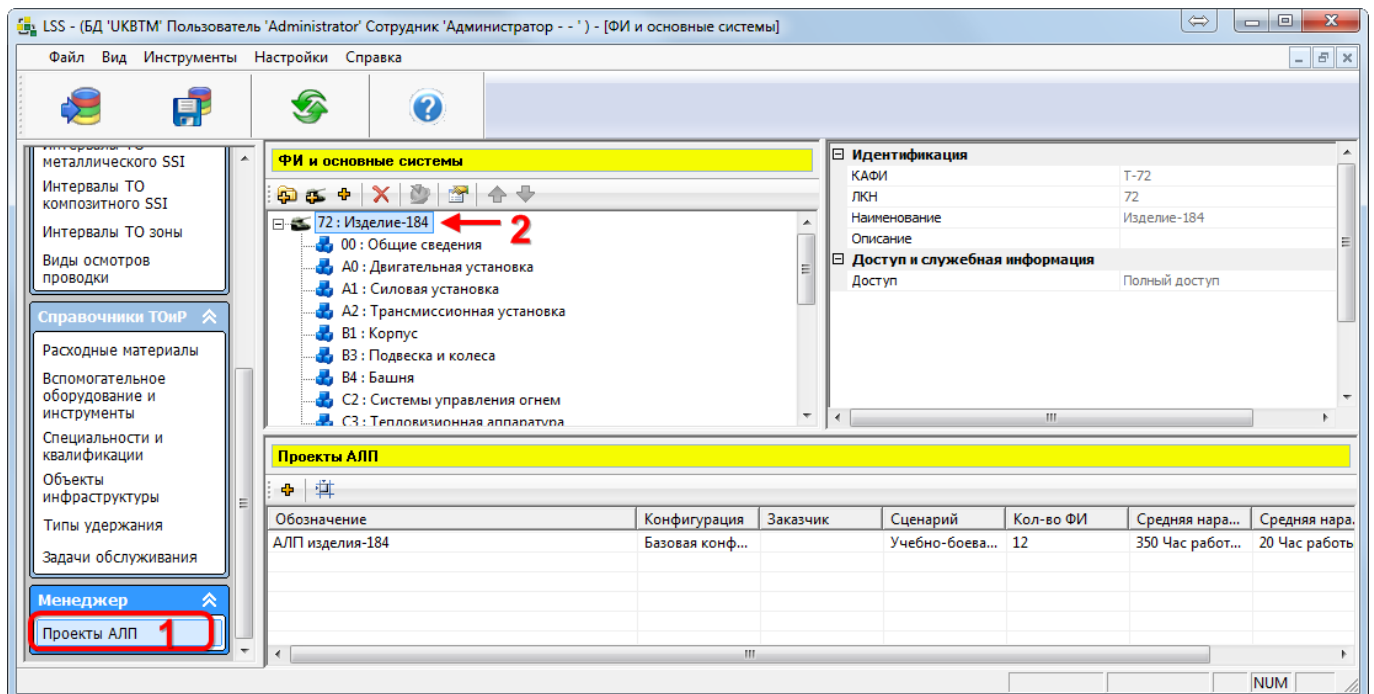
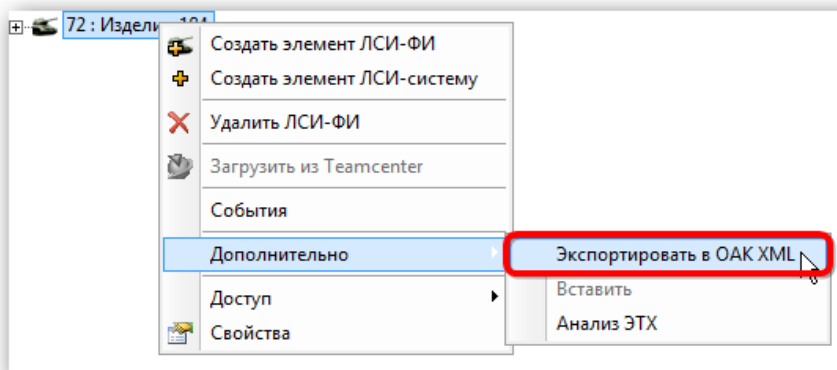

Рис. 10-92 – Менеджер проектов в LSS Suite
Рис. 10-93 – Экспорт логистической структуры в LSS Suite
- 1) Открыть «Менеджер проектов» и выбрать в нем пункт «Проекты АЛП» (1 на рис. 10-92).
2) Выбрать ФИ (2 на рис. 10-92) и в контекстном меню, открывающемся по правой кнопке мыши, выбрать пункт «Дополнительно» → «Экспортировать в OAK XML» (рис. 10-93).